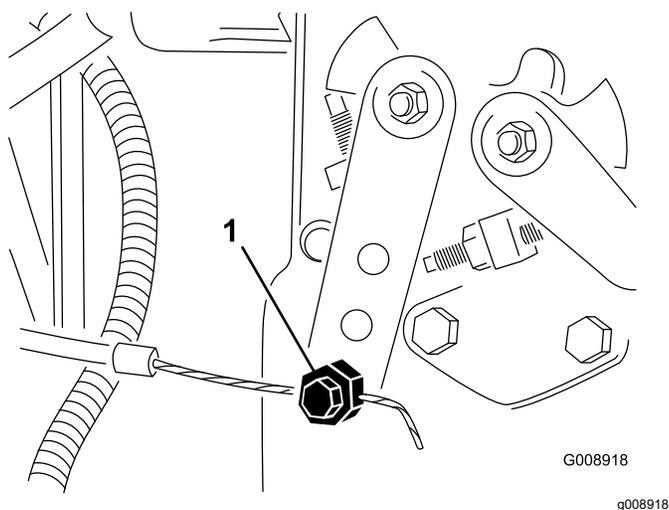

Рисунок 83
4. Ослабьте соединитель тросика дроссельной заслонки на плече рычага инжекторного насоса (Рисунок 83).